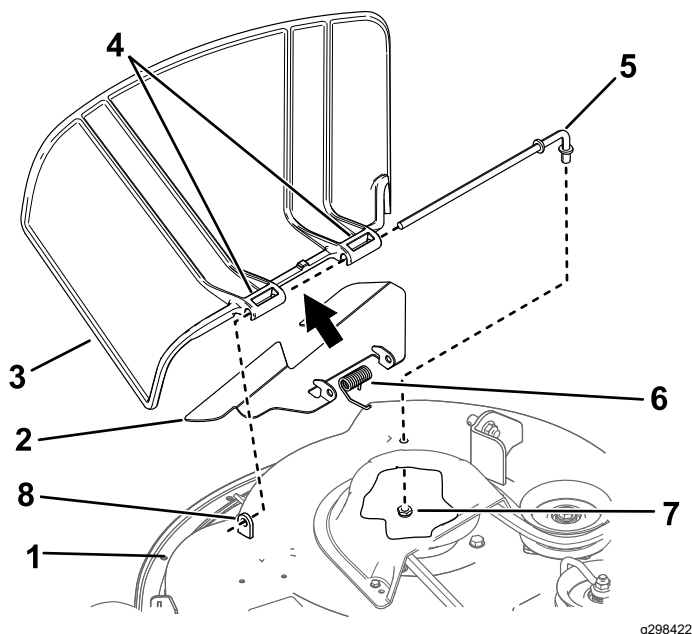

Bild 74
- Nehmen Sie die Mutter ($\frac{3}{8}$ ") aus der Stange unter dem Mähwerk ab (Bild 74).
- Schieben Sie die Stange aus dem kurzen Vorsprung, der Feder und dem Ablenkblech (Bild 74).
- Montieren Sie das neue Ablenkblech (Bild 74).
- Schieben Sie die Stange durch den zweiten Drehzapfen am Grasablenkblech (Bild 74).
- Befestigen Sie das hintere Stangenende mit einer Mutter ($\frac{3}{8}$ ") am Mähwerk, wie in Bild 74 abgebildet.